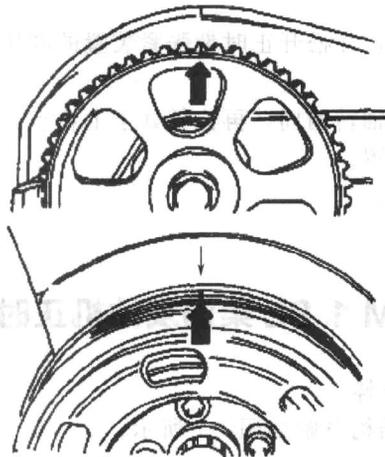
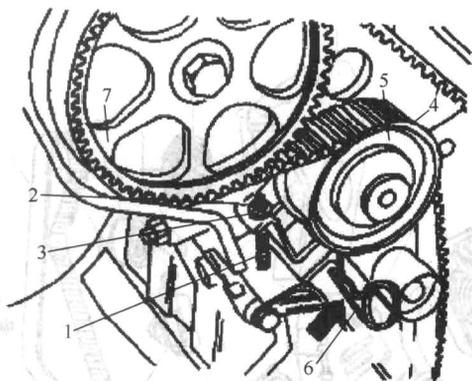

图 1-5 发动机 TDC 位置对准标记
图 1-6 AHP 发动机正时带单元安装
(2) 发动机正时带单元的拆卸步骤
① 拆下空气滤清器。
② 拆下多楔带和张紧装置。
③ 拆下正时带上护罩。转动曲轴上正时带轮中央螺栓，将曲轴按发动机旋转方向转到一缸上止点位置，如图 1-5 所示。
④ 拆下带轮及正时带中、下护罩。标明正时带的旋转方向。
⑤ 把螺纹杆 (M5×55) 牢固拧到张紧装置上, 将带大垫圈的六角螺母拧到螺纹杆上, 如图 1-6 所示。
⑥ 拧紧正时带张紧装置的高压活塞, 直到它可以用安全销固定为止, 安全销形式如图 1-6 箭头所示。
⑦ 取下正时带。
- ① 将凸轮轴带轮上的标记与气缸盖上的标记对准，如图 1-5 所示。
- ② 将正时带装到曲轴正时带轮上（注意旋转方向）。
- ③ 安装正时带上护罩，拧紧力矩为 $10\text{N} \cdot \text{m}$ 。
- ④ 安装带轮（注意定位）。
- ⑤ 将带轮上的标记与正时带上护罩上的标记对准。
- ⑥ 装上正时带。
- ⑦ 按箭头所示拔出安全销，并松开正时带张紧装置的高压活塞，拧下螺纹杆，如图 1-6 所示。
- ⑧ 按发动机旋转方向将曲轴转两周，再让其处于上止点，并检查点火正时。
- ⑨ 安装正时带中、上保护罩。
- ⑩ 安装多楔带和张紧装置。
- ⑪ 安装空气滤清器。